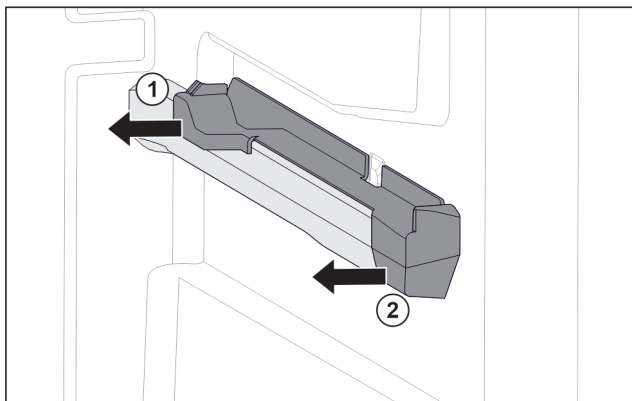

Fig. 93 Наставка върху дясното ребро на съда
- ▶ Изтеглете наставката отзад настрани. Fig. 93 (1)
- ▶ Изтеглете наставката отпред настрани. Fig. 93 (2)